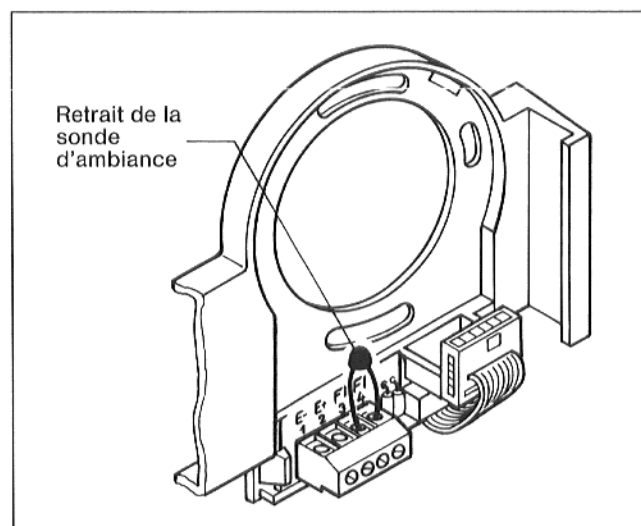

Fig. 3 – Support mural de la commande à distance MEC
- Enlever la sonde d'ambiance du support mural, bornes FI 3 et FI 4 de la commande à distance – n'est plus utile (Fig. 3).